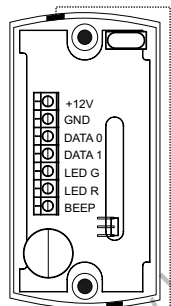

Рис. 3
3. В зависимости от того, в какую сторону прокладывается кабель подключения считывателя, удалите тонкую перемычку (рис.3) и проложите кабель. При подключении питания к считывателю загорается красный светодиод.